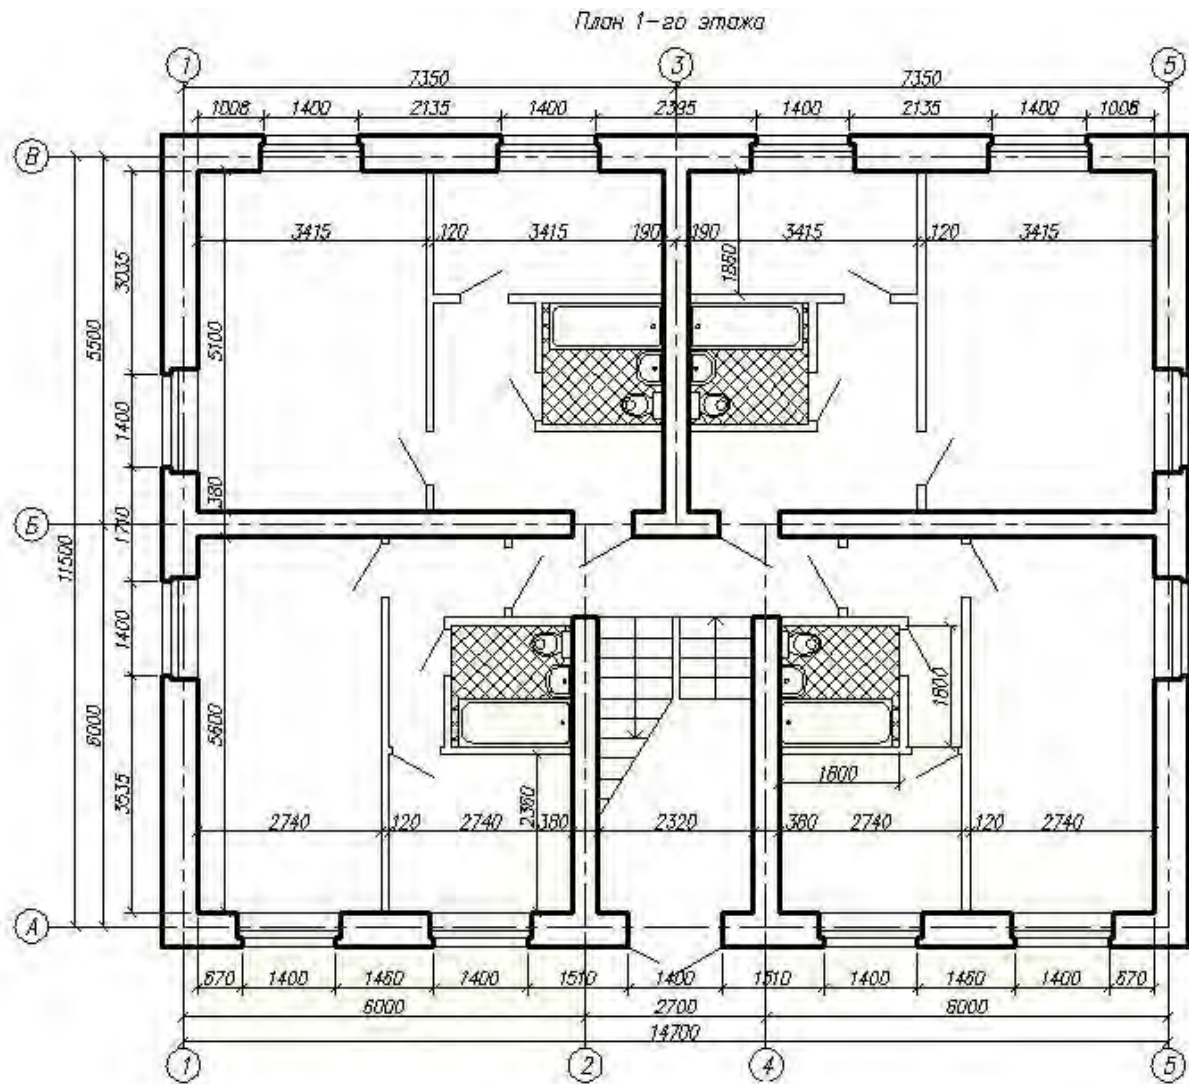

Рис. 25. План 1-го этажа
Последовательность вычерчивания плана 1-го этажа (рис. 25):
1. Вычерчивание плана начинается с разбивки осей. Для этого делаем текущим слой «осевая» и выбираем команду «Прямоугольник» , на запрос «Первый угол или [Фаска/Уровень/Сопряжение/Высота/Ширина]:» указатель мыши перемещаем в нижнюю левую часть листа и щелкаем левой кнопкой мыши; далее на запрос «Второй угол или [Площадь/Размеры/поворот]:» вводим @—14700,11500, [Enter] (размер нашего здания по осям, см. рис. 25).